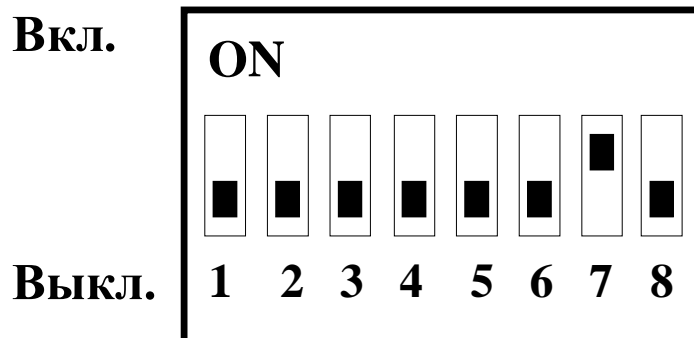

Рис. 3. Переключатель программирования
- на переключателе программирования ЦП установить движки с первого по шестой и восьмой в положение "Выкл." (вниз), а седьмой движок в положение "Вкл." (вверх) согласно рис.3;